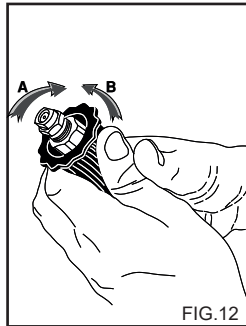

FIG. 12
GEBRAUCH DES VERSTELLBAREN SPRÜHKOPFS (Fig. 12).
2) Den Hochdruckreiniger anlaufen lassen, den Reinigungsmittelhahn (falls vorhanden) aufdrehen, die Steuerung für das Absaugen des auf der Lance (Fig. 12) vorhandenen Reinigungsmittels betätigen und nun das Mittel von unten nach oben auf der ganzen, zu reinigenden Oberfläche verteilen. Ein paar Minuten lang einwirken lassen.